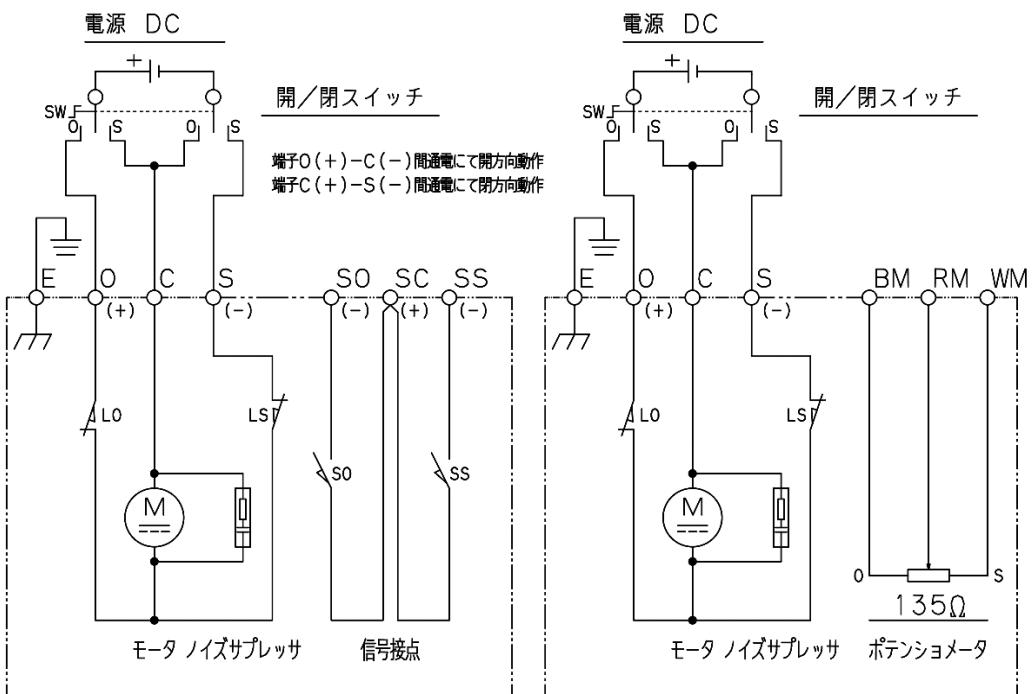

図 6. B 形標準内部接続図 及び C 形標準内部接続図
- (1) 端子箱カバーもしくは端子箱無しの場合はスイッチカバーを取り外します。端子箱カバーやスイッチカバーの接合面にはパッキンやOリングが入っていますので、紛失したり傷を付けないように注意してください。
- (2) ケーブルをケーブルランドに通しケーブル先端に圧着端子を取付けます。圧着端子のかしめは適正工具で確実に行ってください。
- (3) 図6に標準接続図を示します。制御動作CEやCX、その他特殊仕様の場合、本図通りでは無いことがありますので、接続図や仕様書で確認してください。
- (4) 端子台への接続は、プラスドライバーの2番を使用し確実に行ってください。
- (5) 配線終了後、パッキンやOリングの挟み込みに注意して端子箱カバーもしくはスイッチカバーを取付けてください。